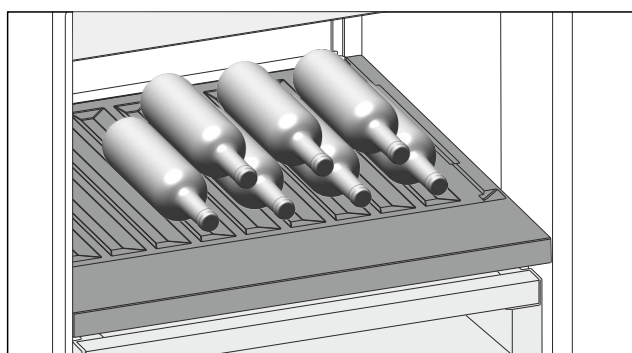

Fig. 128 Immagine a titolo di esempio
- Inserire le bottiglie con il fondo rivolto verso la parte posteriore. (vedere Fig. 128)